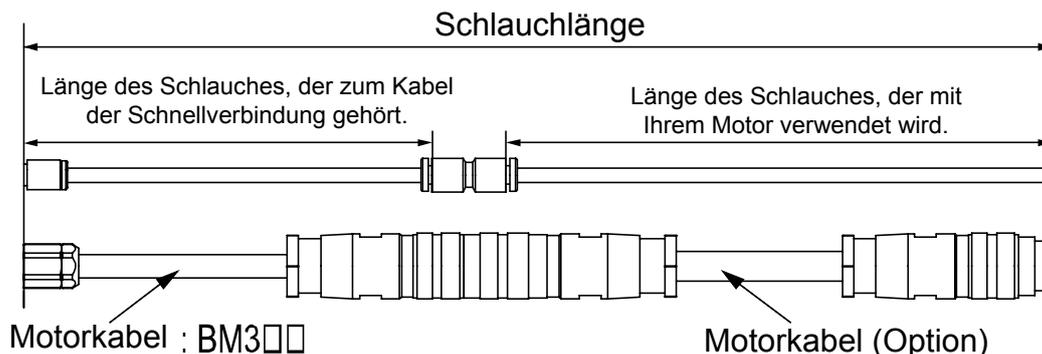

Abb. 29
(1) Eine Motorspindel ist an die Bedieneinheit angeschlossen.	Luftdruck (MPa)	0.2		0.25			0.3
(2) Zwei Motorspindeln sind an die Bedieneinheit angeschlossen.		0.4		0.5						Nicht Zugelassen. *Bemerkun 2
*Bemerkung 1: "Schlauchlänge" ist die gesamte Schlauchlänge, nämlich der Schnellkupplungsschlauch und der Motorkabelschlauch. Siehe Abb. 29 für die Berechnung der "Schlauchlänge".